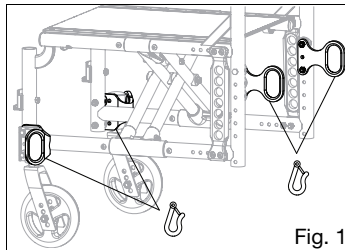

Fig. 1
- Fixez les arrimages du fauteuil roulant aux quatre points de fixation (deux à l'avant et deux à l'arrière) sur le fauteuil roulant muni de l'option de transit (Fig. 1), conformément aux instructions du fabricant des arrimages du fauteuil roulant et à la section 18 de la norme WC-4 de la RESNA ou à la partie 1 de la norme ISO 10542-1.